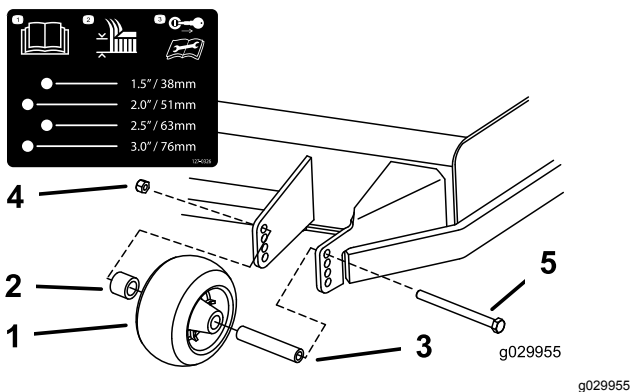

Figura 26
3. Ajuste los rodillos protectores del césped como se muestra en Figura 26.